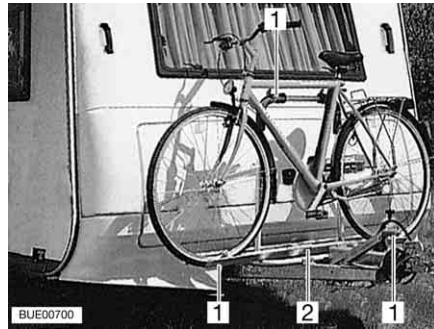

Fig. 11 Portabiciclette nella zona anteriore
- Sistemare le biciclette sul portabiciclette (Fig. 11,2) e legarle con la cinghia Quick (Fig. 11,1).